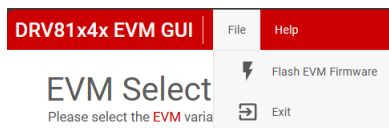

图 3-3. 编程器件
2. 依次点击 *File -> Program Device*，使用最新软件对 EVM 进行编程。（请参阅图 3-3。）
3. 从 EVM 的两个选项中选择合适的 GUI 型号 (图 3-3)。